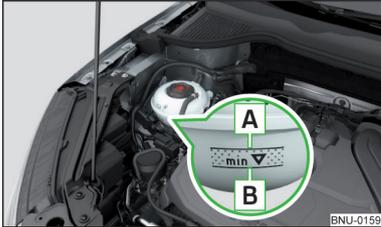

Abb. 300
Kühlmittelstand prüfen - der Kühlmittelstand muss zwischen den Markierungen **A** und **B** liegen » **Abb. 300**. Liegt der Kühlmittelstand unterhalb der Markierung **B**, das Kühlmittel nachfüllen.
Die **Spezifikation** des Kühlmittels ist auf dem Kühlmittelausgleichsbehälter aufgeführt » **Abb. 300**.
- Das Kühlmittel nicht über die Markierung **A** auffüllen » **Abb. 300**. Das Kühlmittel könnte bei Erwärmung aus dem Kühlsystem gedrückt werden - es besteht die Gefahr einer Beschädigung der Motorraumteile.